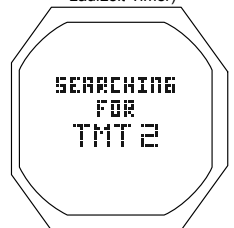

Abb. 113A - TMT SUCHE
- > Nach 2 Sekunden erscheint für 10 Sekunden ein TMT-Suchbildschirm (Abb. 113A), dann wird zum Hauptbildschirm, mit dem neu ausgewählten TMT zurückgekehrt.